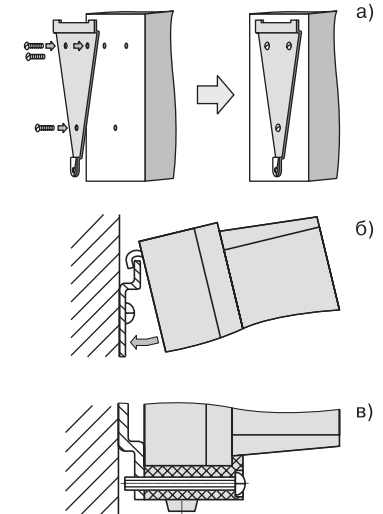

Рис. 11. Установка прибора настенного крепления
1. Закрепите кронштейн тремя винтами М4 на поверхности, предназначенной для установки прибора (см. прил. А и рис. 11, а).
2. Зацепите крепежный уголок на задней стенке прибора за верхнюю кромку кронштейна (рис. 11, б).
3. Прикрепите прибор к кронштейну винтом М4х35 из комплекта поставки (рис. 11, в).